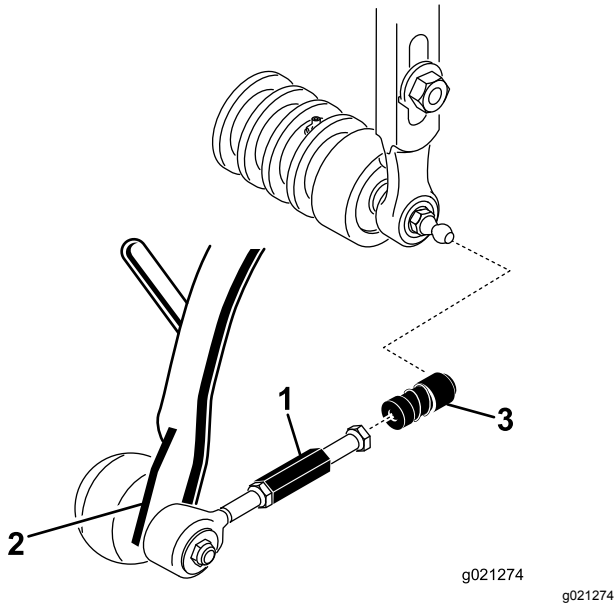

图 10
3. 将各个球窝接头接收器的套管向后滑然后将接收器挂到滚刀组球头螺栓上图 10。